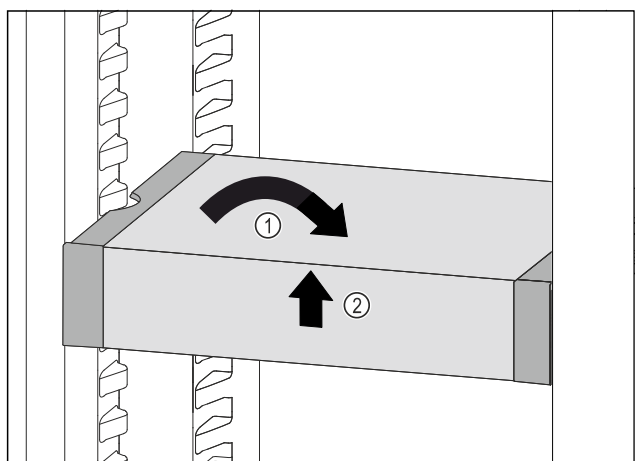

Fig. 83
- ▶ Coloque el VarioSafe en posición recta. Fig. 83 (1)
- ▶ Levante el VarioSafe por delante. Fig. 83 (2)